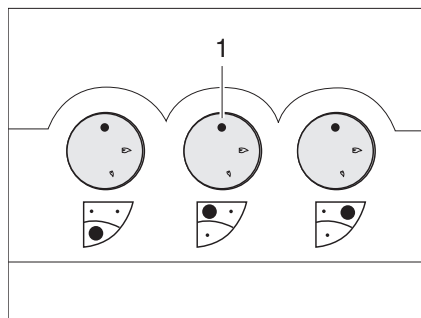

Fig. 129 Elementos de mando para la cocina de gas
- Girar el regulador giratorio (Fig. 129,1) correspondiente al quemador deseado a la posición de encendido (llama alta).